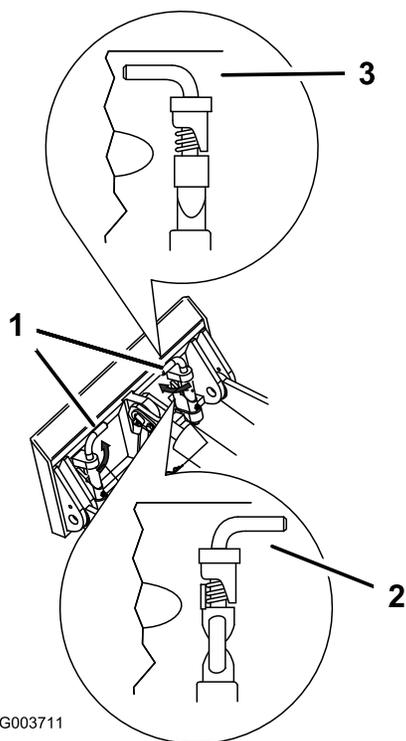

図 16
7. クイック取り付けピンを取り付けプレートにはめ込み、確実にハマっていることを確認する **図 16**。